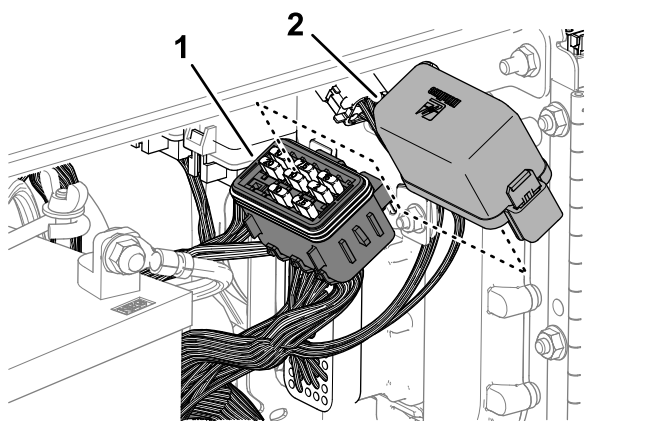

Figure 161
2. Retirez le couvercle du porte-fusibles (Figure 161).